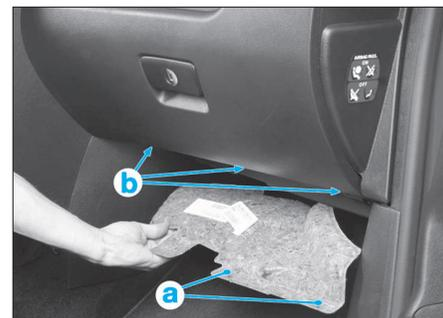

FIG. 5
- Enlever les 2 agrafes (a) maintenant l'insonorisant passager pour le déposer puis dévisser les 3 fixations à empreinte Torx de 20 (b) de la partie inférieure de la boîte à gants (Fig.5).